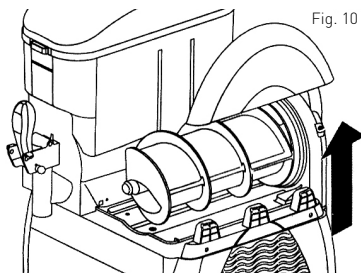

Fig. 10
- Soulevez la partie supérieure du couvercle et retirez-la pour le nettoyage et l'entretien. Après le nettoyage et l'entretien, installez à nouveau le couvercle. Voir : Fig10.